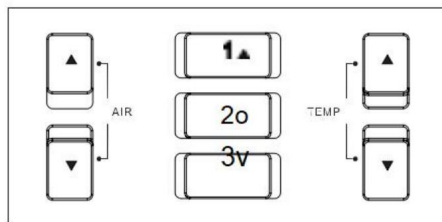

FIG. 1-6
1. Abrufen der Kurztemperatur: Es kann schnell die voreingestellte Temperatur abrufen und das Blasen wird durch Drücken der Taste „1“/ „2“/ „3“ wiederhergestellt (Abb. 1-6). beim Arbeiten